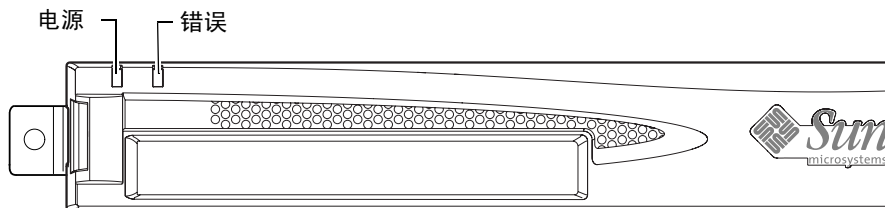

图 10-7 前面板电源和故障指示灯
- **一个电源指示灯**（请参见图 10-7）
- **一个故障指示灯**（请参见图 10-7）